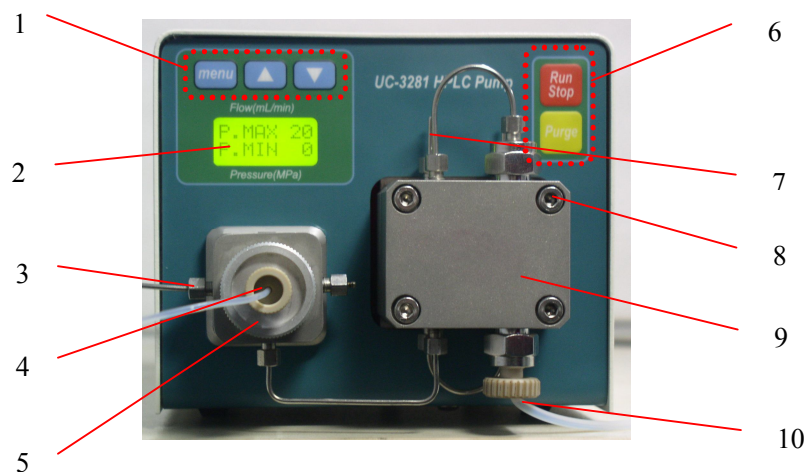

图1 前面板
2. 拧下排气阀废液口（见图 1）上的 PEEK 头和废液管。